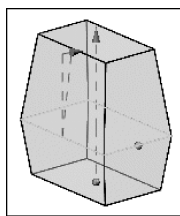

图 3-14 从截面 - 对称角
- 从截面 - 对称角：从拉伸截面曲线处向截面两端延伸拔模，但正、反方向的拔模角取值是相同的，如图 3-14 所示。